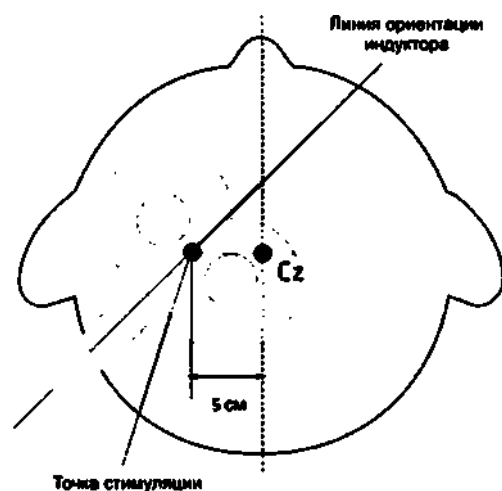

Рис. 18. Положение индуктора-восьмерки и двойного индуктора при регистрации М-ответа с правой стороны при бифазной стимуляции.
- **Индуктор-восьмерка, двойной индуктор.** В большинстве случаев необходимо сместить индуктор влево на 5 см (рис. 18) (для получения ответа с левой стороны следует сместить индуктор вправо).